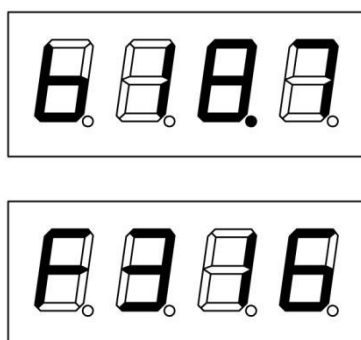

Рис. 3.5
3.3.3 На рис. 3.5 изображены показания магнитометра в режиме измерения «Поле». На верхнем индикаторе индицируется значение модуля вектора магнитной индукции  $B$  в мТл на нижнем – значение силового параметра  $F$ .
В этом режиме магнитометр непрерывно измеряет и индицирует на индикаторах значения модуля вектора магнитной индукции магнитного поля  $B$  в мТл и силового параметра  $F$  (рис. 3.5).